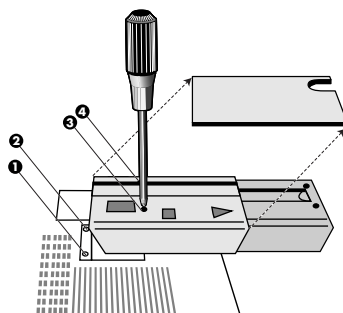

Figure S.2
4. Nehmen Sie die Kabelabdeckung ab. Entfernen Sie die 4 Schrauben, die den Monitor mit dem Fuß verbinden, und heben Sie die Fußeinheit ab (**Abbildung S.2**). Der Monitor kann nun auf jede gewünschte alternative Art und Weise montiert werden.